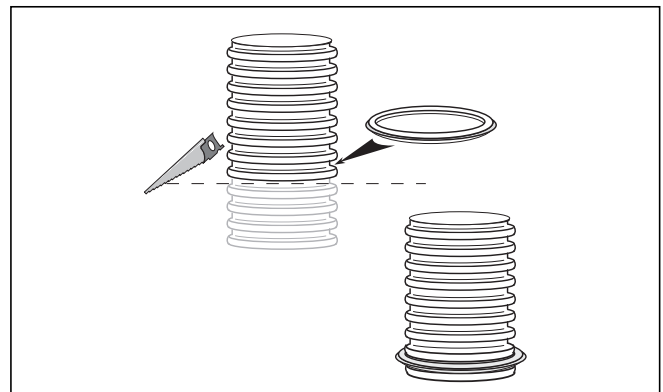

Abb. 6.54 Flexible Abgasleitung kürzen und Dichtung montieren
- Anschließend montieren Sie die Dichtung in der untersten unbeschädigten Rille der Abgasleitung (siehe Abb. 6.54).